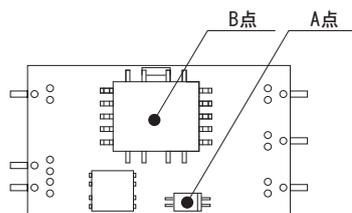

図7.5 強制通風時の温度測定箇所
■強制通風時（1m/s）は、図7.5のA点の温度が95℃以下、かつB点の温度が115℃以下となるように通風して、ご使用ください。